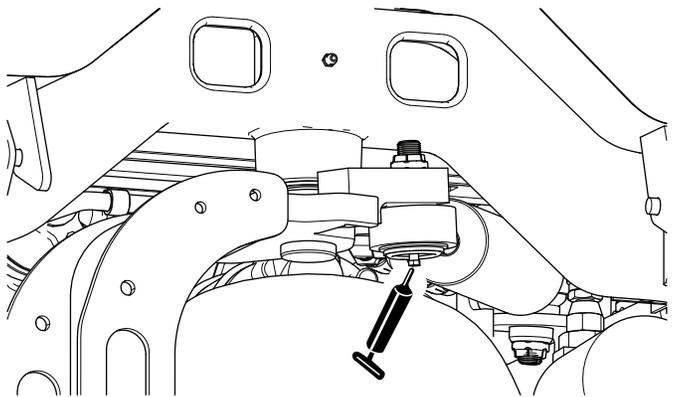

Figura 71
**Nota:** Se desejar, instale outro bocal de lubrificação na outra ponta do cilindro da direção. Retire o pneu, instale o bocal, lubrifique o bocal, retire o bocal e instale o tampão (Figura 71).